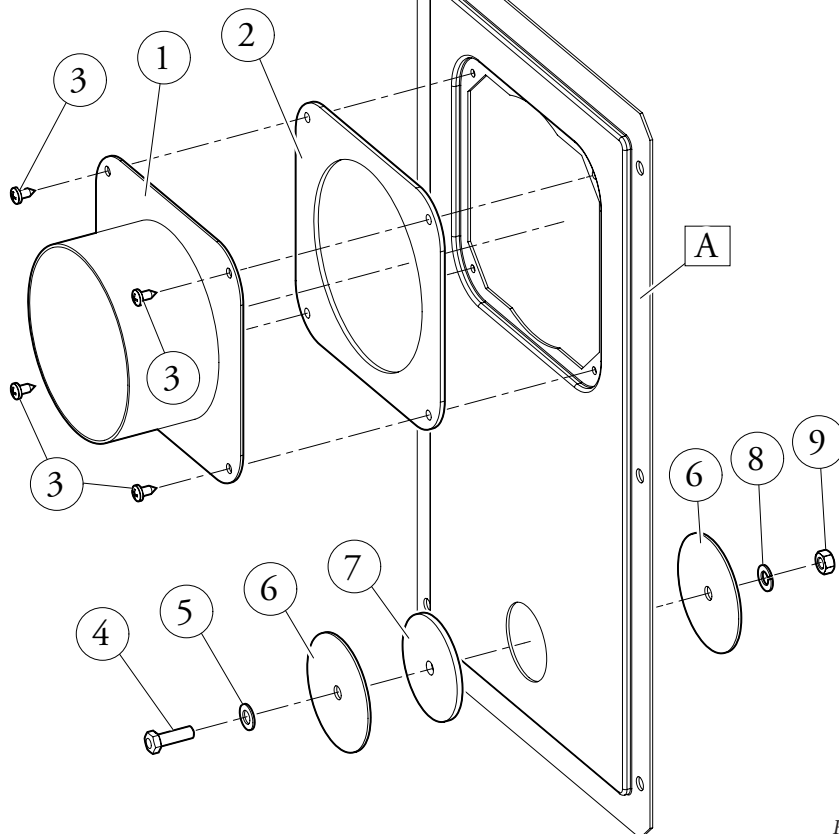

Fig. 1
- Montare i componenti del kit "C9" sul portello (A) del sistema intubamento (Fig. 1).